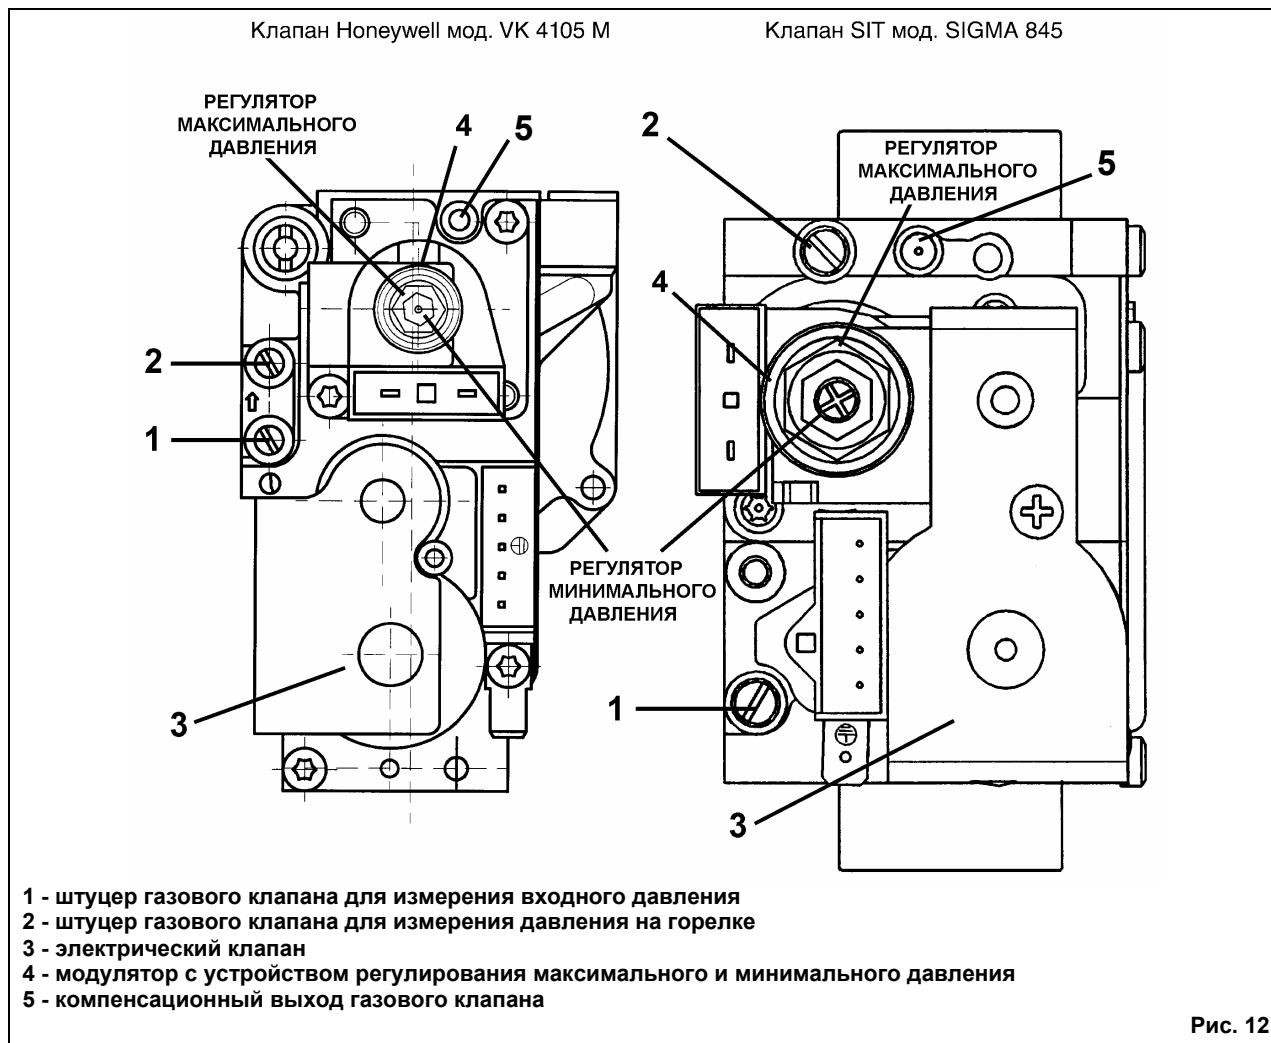
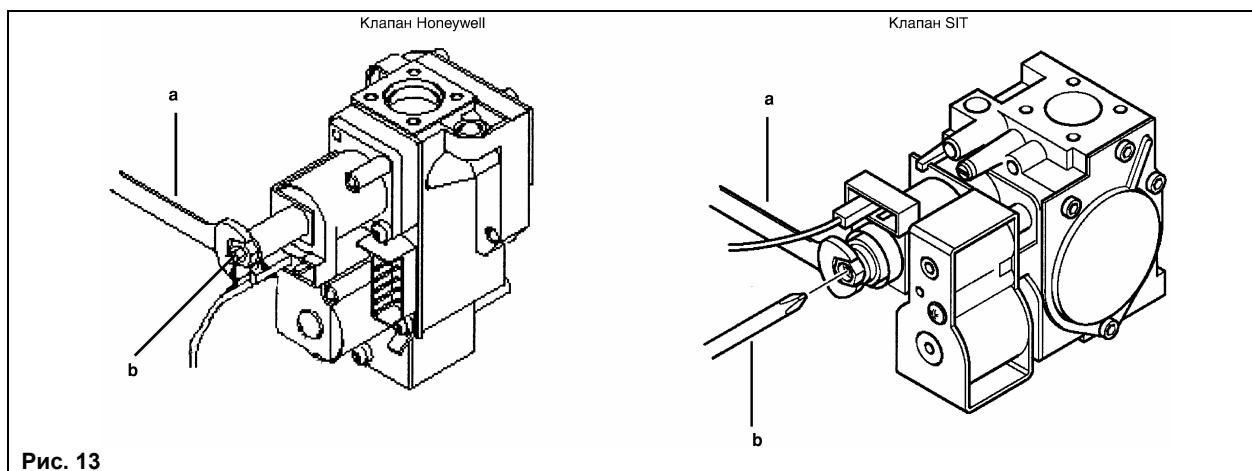

Рис. 12
Рис. 13
- Открутить винт на штуцере 1 (рис. 12) и присоединить к штуцеру 1 манометр.
- Проверить динамическое входное давление газа (штуцер 1, рис.12). Номинальные давления: 20 мбар для природного газа, 30 мбар для бутана, 37 мбар для пропана.
- Открутить винт на штуцере 2 (рис. 12) и присоединить к штуцеру 2 манометр.
- Проверить давление газа на горелке согласно таблице 2 для соответствующей модели котла и соответствующего типа газа. При необходимости снять крышку модулятора (позиция 4, рис.12) и поворачивать латунный винт ключом **a** (ключ **a**, рис.13) до достижения давления, указанного в таблице 1 для соответствующей модели котла и соответствующего типа газа.
- Отсоединить провод питания модулятора. Котел переходит в режим минимальной мощности. Проверить давление газа на горелке согласно таблице 1 для соответствующей модели котла и соответствующего типа газа. При необходимости и поворачивать винт (поз. **b**, рис.13) до достижения давления, указанного в таблице 1 для соответствующей модели котла и соответствующего типа газа.
Положение «OFF» приведенных ниже переключателей обозначает: GPL режим работы котла на природном газе (метане) T-off минимальное время между двумя включениями котла по контуру отопления составляет 3 мин.	 Рис. 13а
Положение «ON» приведенных ниже переключателей обозначает: GPL режим работы котла на сжиженном газе T-off минимальное время между двумя включениями котла по контуру отопления составляет 10 секунд	 Рис. 13б